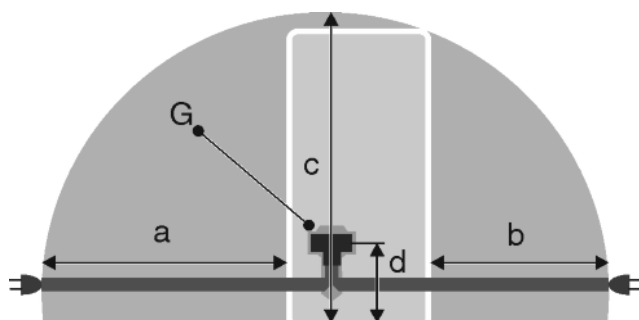

Fig. 31
- La prise de courant est en dehors de la zone postérieure de l'appareil dans la zone concernée. *Fig. 31 (a, b, c)*
- ▶ Introduire la fiche de l'appareil *Fig. 31 (G)* au dos de l'appareil. Veiller à ce qu'elle s'introduise correctement.